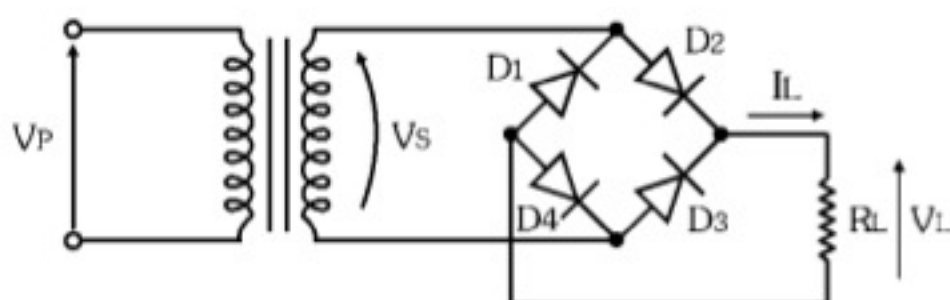

Figura 2.63 - Retificador de onda completa em ponte.
2.3) Considere o circuito da Figura 2.63 e calcule  $V_{m\acute{a}x}$ ,  $V_{dc}$  e  $V_{ef}$  na carga  $R_L$  e  $I_{dc}$  na carga e nos diodos.